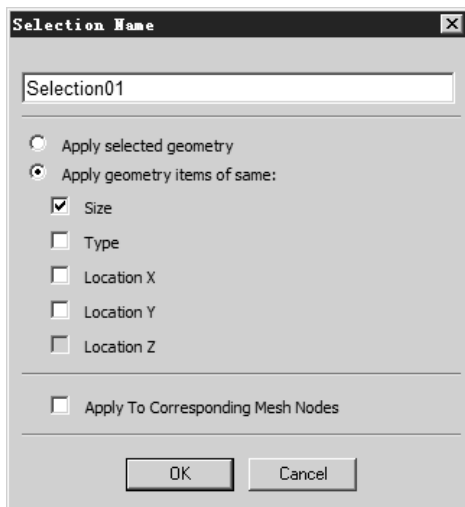

图 9.5.12 “Selection Name”对话框
(2) 在弹出的快捷菜单中选择 **Create Named Selection** 命令,弹出图 9.5.12 所示的“Selection Name”对话框。